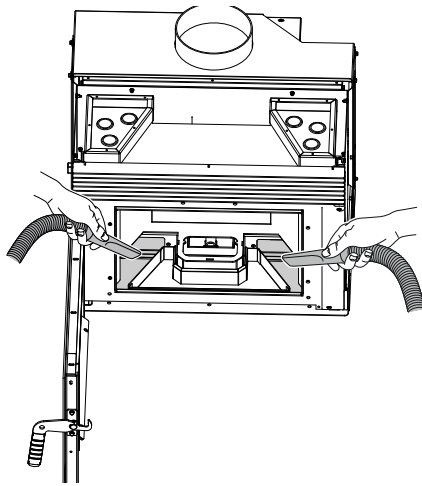

Abb. 7.19
- G) Den Ascherückstand absaugen (Abb. 7.19),